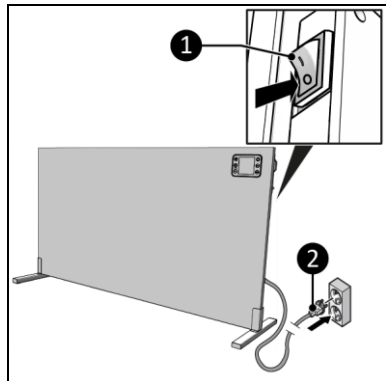

Abbildung 15
2. Stellen Sie sicher, dass sich der Hauptschalter in der AUS-Position befindet (Abbildung 15, Pos. 1).
3. Stecken Sie den Netzstecker (Abbildung 15, Pos. 2) in eine gut zugängliche geerdete Steckdose. Verwenden Sie eine geerdete Steckdose mit einer Mindestleistung von 1000 Watt.